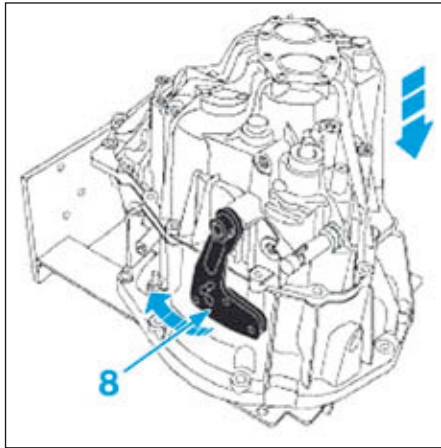

FIG.17
• Reposer le carter vers le bas en basculant le levier de passage (8) (Fig.17) pour engager le doigt du levier dans le module de commande.